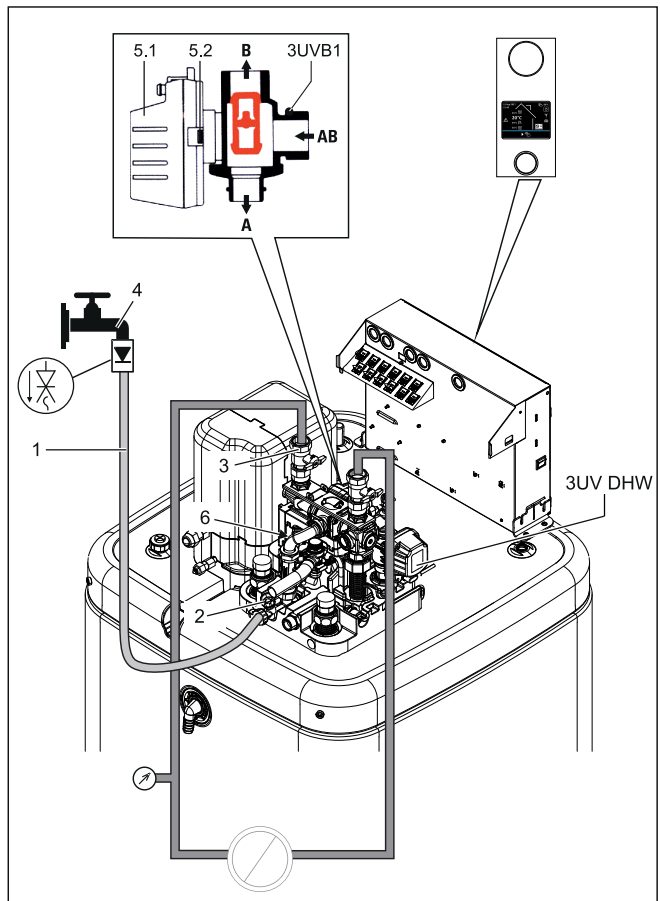

Fig. 47-2 Llenar el circuito de calefacción
- Conectar la manguera de llenado (Fig. 47-2, pos. 1) con un bloqueador de refluo (1/2") y un manómetro externo (por parte del cliente) al grifo KFE (Fig. 47-2, pos. 2) y asegurarla con una abrazadora para evitar que se deslice.
- Abrir el grifo de agua (Fig. 47-2, pos. 4) de la tubería de entrada.
- Abrir el grifo KFE (Fig. 47-2, pos. 2) y observar el manómetro.
- Cerrar el grifo de agua (Fig. 47-2, pos. 4). El grifo KFE debe permanecer abierto para poder consultar la presión hidráulica en el manómetro externo.
- Durante el modo de calefacción de agua caliente comprobar constantemente la presión hidráulica en el manómetro externo y, en caso necesario, rellenar con agua a través del grifo KFE (Fig. 47-2, pos. 2).
- Comprobar de nuevo la presión hidráulica en el manómetro externo y, en caso necesario, rellenar con agua a través del grifo KFE (Fig. 47-2, pos. 2).
- Retirar la manguera de llenado (Fig. 47-2, pos. 1) con un bloqueador de refluo del grifo KFE (Fig. 47-2, pos. 2).
Tab. 47-2 Leyenda de Fig. 47-2